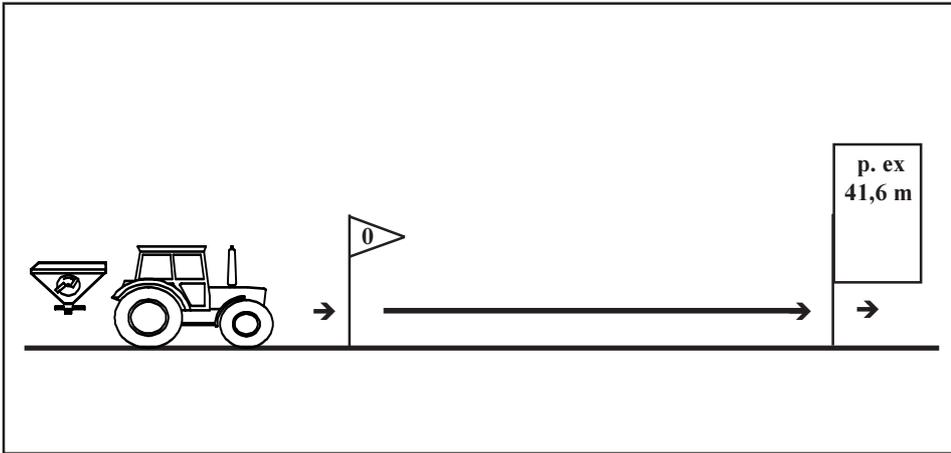

Fig. 7.8
- Mesurez sur le terrain le parcours d'essai avec précision. Repérez le début et la fin du parcours (fig. 7.8).